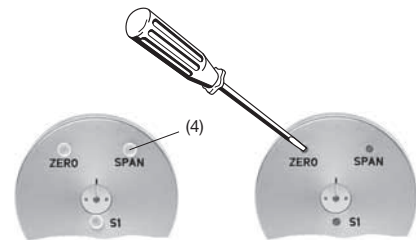

Bild 7. Einstell-Elemente «ZERO», «SPAN» und «S1».
Die ZERO/SPAN-Dichtungsstopfen (4) herausziehen (Bild 7, links). Messobjekt in **Nullstellung** bringen, d.h. in die Position, in der der KINAX 3W2 den Ausgangsstrom 0 mA (bei einem 3- oder 4-Drahtanschluss) bzw. 4 mA (bei dem 2-Drahtanschluss) ausgeben soll.
Danach Potentiometer «ZERO» (Bild 7, rechts) mit einem Uhrmacher-Schraubenzieher (Ø 2,3 mm) so drehen, dass genau der gewünschte Ausgangsstrom fliesst.
Winkeltransmitter mit Messbereichen > 150 \angle ° haben für die Drehrichtungsumkehr einen Schalter, der mit S1 bezeichnet ist und auch durch eine Öffnung auf der Rückseite betätigt werden kann (Bild 7).